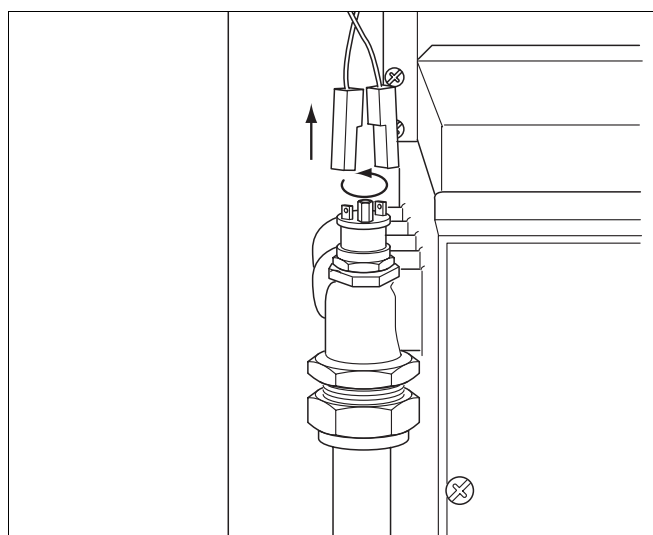

Рис. 17 Замена защитного ограничителя температуры
- Вывернуть STB и ввернуть новый. На резьбу нанести теплопроводную пасту (рис. 17).